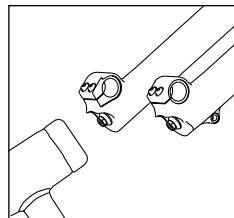

Fig. 2
- Placez un récipient destiné à recevoir l'huile sous la fourche. Desserrez partiellement les boulons d'arbre à l'aide d'une clé hexagonale de 6 mm, donnez un coup sec sur les boulons avec un maillet à tête souple pour dégager les tiges des tubes inférieurs (voir Fig. 2) et retirez complètement les boulons.